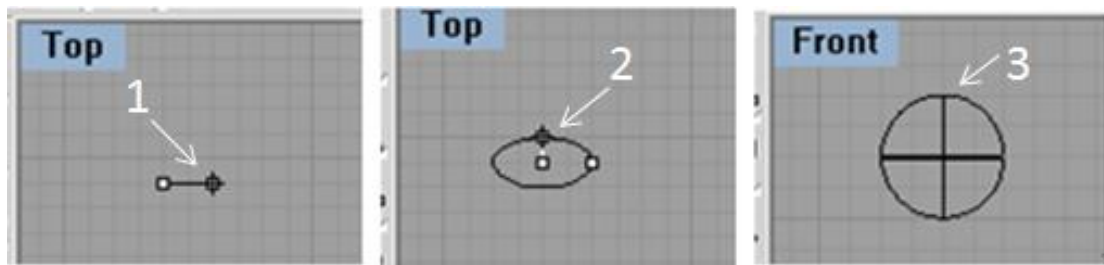

**Figura 5.34**
51.- En el menú “Edit”, elegir “Join” y seleccionar el cuerpo, el cuello y la cabeza, dar Enter, con esta opción se unieron las tres partes, como se muestra en la figura 5.34.